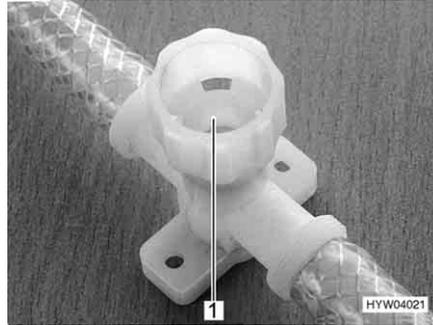

Bild 144 Ablasshahn für Therme
- Alle Ablasshähne schließen. Dazu die Kappen (Bild 144,1) im Uhrzeigersinn drehen.
- Alle Ablasshähne der Therme öffnen. Dazu die Kappen (Bild 144,1) entgegen dem Uhrzeigersinn drehen.